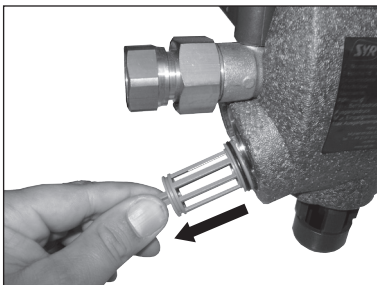

Abb. 3
4. Ziehen Sie die grüne Positionsanzeige aus der Patrone (Abb. 3).